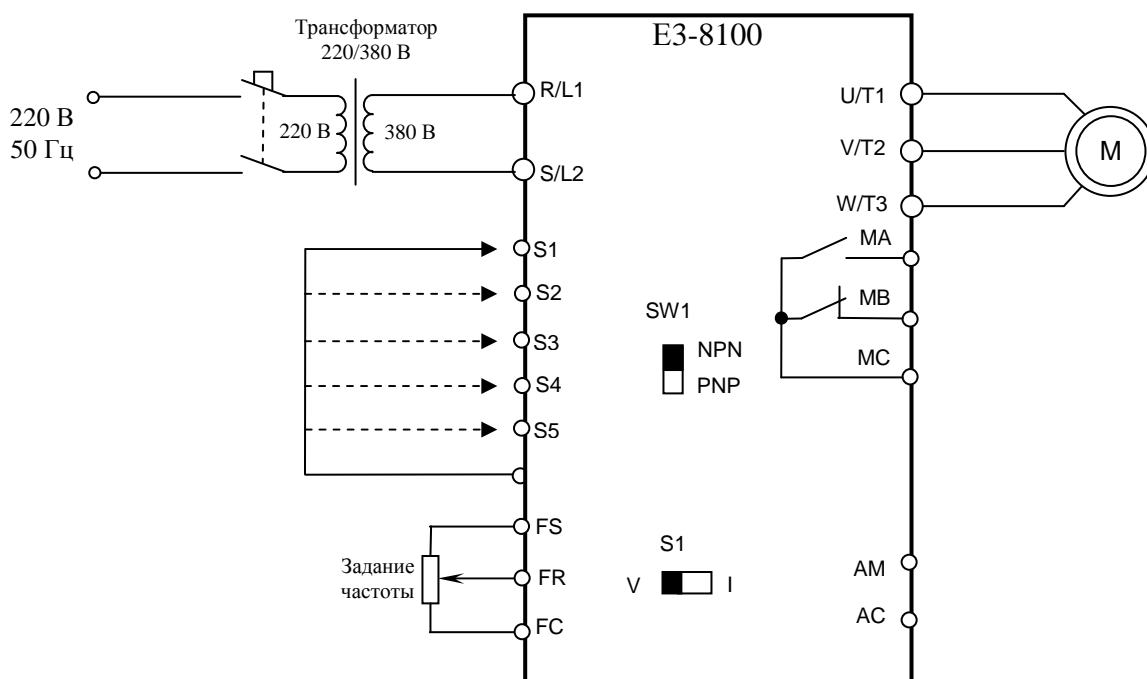

Рис. 4.7. Диагностика цепей управления E3-8100
4.10.2. Подключить потенциометр к входным клеммам управления, как показано на рис. 4.7. Подключить один из концов проволочной перемычки к клемме SC.
4.10.3. Подключить электродвигатель к выходным клеммам U/T1, V/T2, W/T3 (рис.4.7).